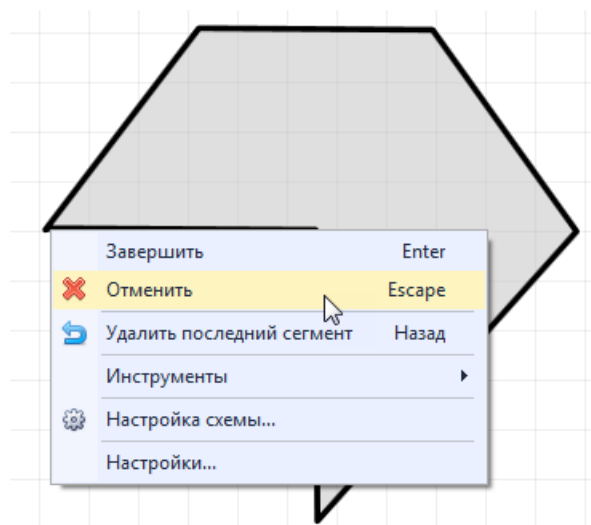

Рис. 381 Отмена размещения фигуры
8. Нажмите Escape или «Отменить» в контекстном меню для отмены размещения многоугольника, см. Рис. 381.